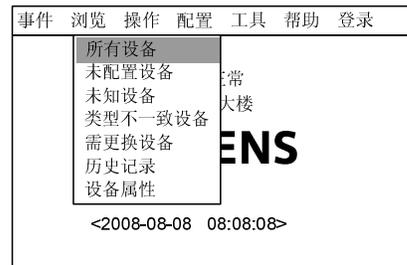
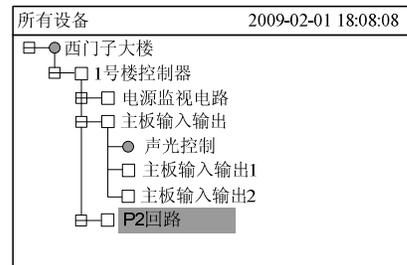

图 14-2
图 14-3
- 按“→”键选择“浏览”子菜单（图 14-2），然后按“↓”键选择“所有设备”，然后按“OK”键，树状图显示出来（图 14-3）。在树状图中通过站、回路、点一层一层向下查找，直到找到需要测试的设备。